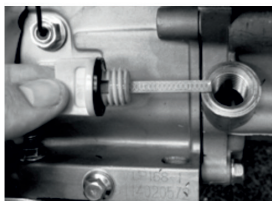

Рис. 16
2. Выкрутите пробку маслозаливной горловины (Рис. 16).